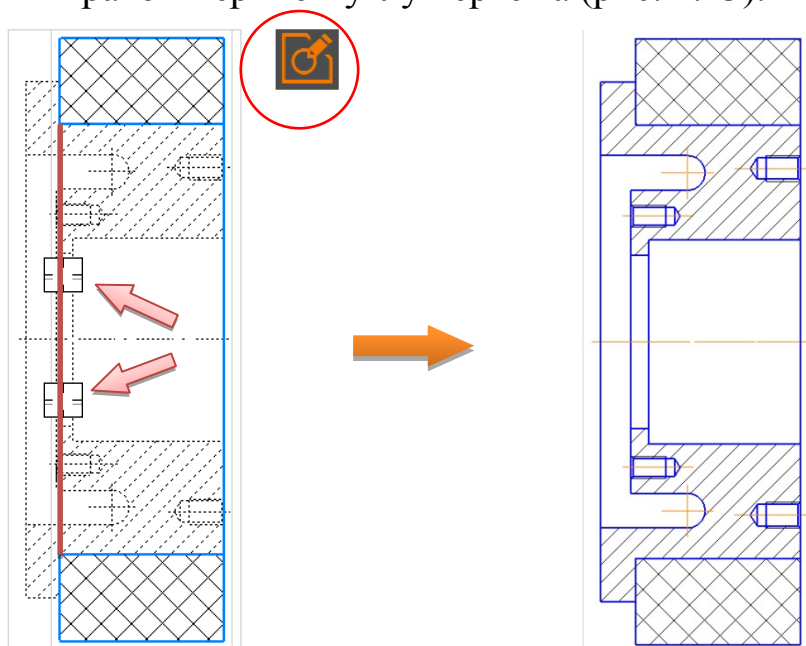

Рис. 2.23. Итог редактирования чертежа «Колесо»
- Нажмите на кнопку «Выйти из режима редактирования макроэлемента»  в правом верхнем углу чертежа (рис. 2.23).